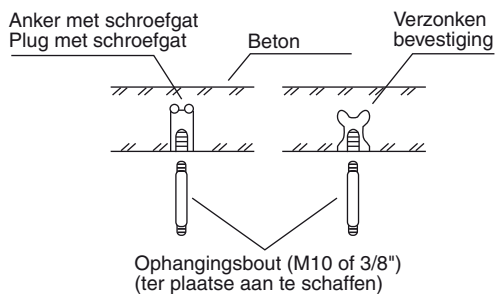

Afb. 3-5
- Plaats het diagram op ware grootte (meegeleverd) op het plafond op de plek waar u de binnenunit wilt installeren. Gebruik een potlood om de boorgaten te markeren (Afb. 3-5).